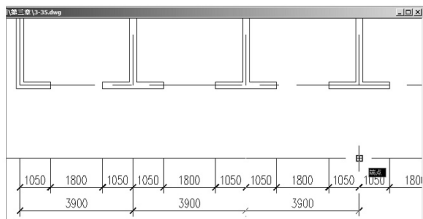

图 3.47 捕捉与轴线相对应的尺寸界线的原点
① 在指定第二条尺寸界线原点或 [放弃 (U)/ 选择 (S)] < 选择 >: 提示下, 依次向右分别捕捉与轴线相对应的尺寸界线的原点, 如图 3.47 所示。